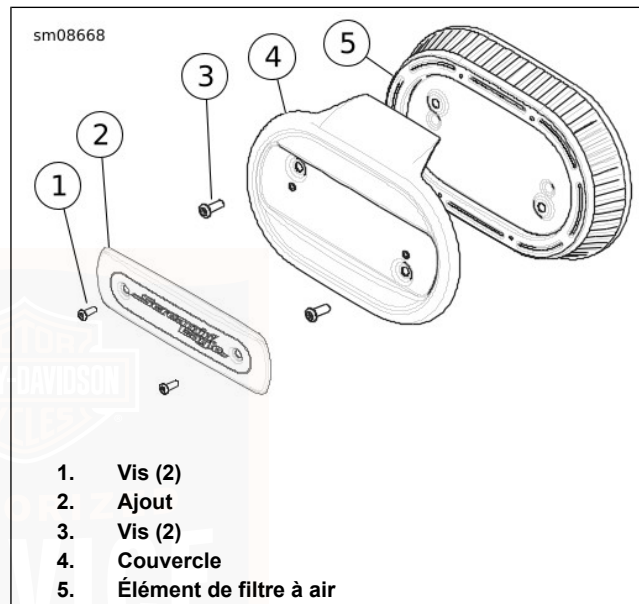

Figure 54. Élément de filtre à air
Voir Figure 54. L'élément de filtre étant exposé, de l'eau peut pénétrer dans le moteur par temps humide ou pluvieux. En stationnement, l'eau peut provoquer des dommages internes ou la corrosion du moteur. En fonctionnement l'eau peut entraîner des ratés du moteur.
1. Voir Figure 54. Déposer deux vis (1). Retirer la pièce de garniture (2).
2. Déposer les vis (3).
3. Retirer le couvercle de filtre à air (4) et l'ajout de filtre à air (5).
1. Voir Figure 54. Enduire les vis (3) de LOCTITE 243 MEDIUM STRENGTH THREADLOCKER AND SEALANT (FREIN FILET ET PRODUIT D'ÉTANCHÉITÉ D'INTENSITÉ MOYENNE LOCTITE 243) (bleu).
2. Poser l'élément de filtre à air (5) et le couvercle (4) avec les vis (3).